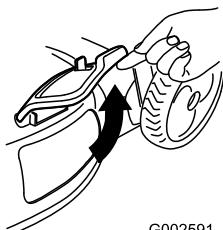

Figure 33
- Soulevez le volet d'éjection latérale en position ouverte (Figure 33).